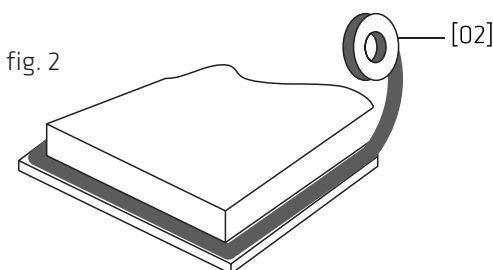

fig. 2
2. Pass den leverte forseglingsstrippen langs den undersiden av kjøpet (fig. 2). Kjør den hele veien rundt omkrevet og la endene møtes eller overlappe.